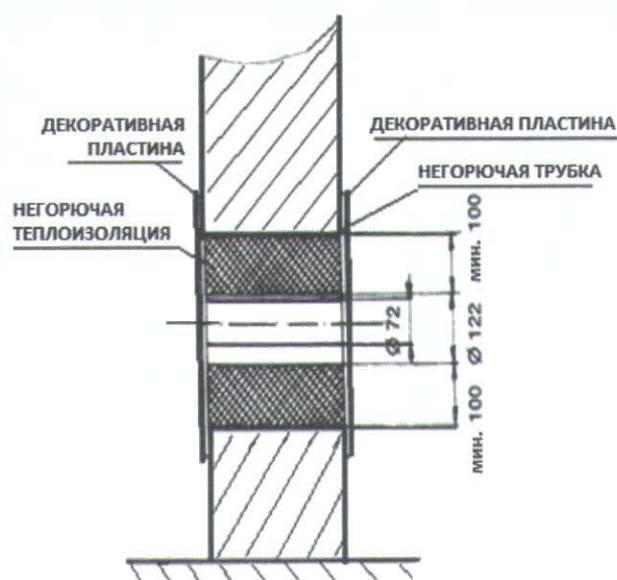

Рис. 11
- Установка дымохода в стену из горючих материалов (особенно в домах с теплоизоляцией) регулируется стандартом ČSN 06 1008. Монтаж должен быть выполнен таким образом, чтобы температура поверхности теплоизоляции не превышала допустимое значение 60 °С. Пример монтажа представлен на рис. 11.